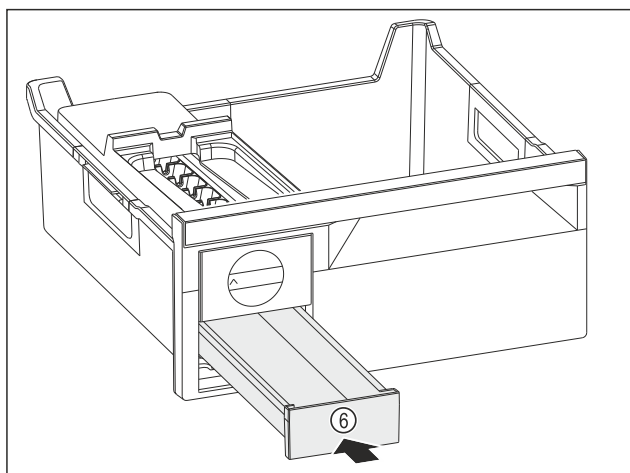

Fig. 146
- ▶ Tolja be a jégkockafiókot *Fig. 146 (6)*.